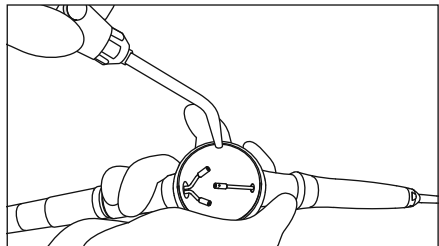

図7
- ③パウダーケース内に残ったパウダーをエアでとばします。（図7）